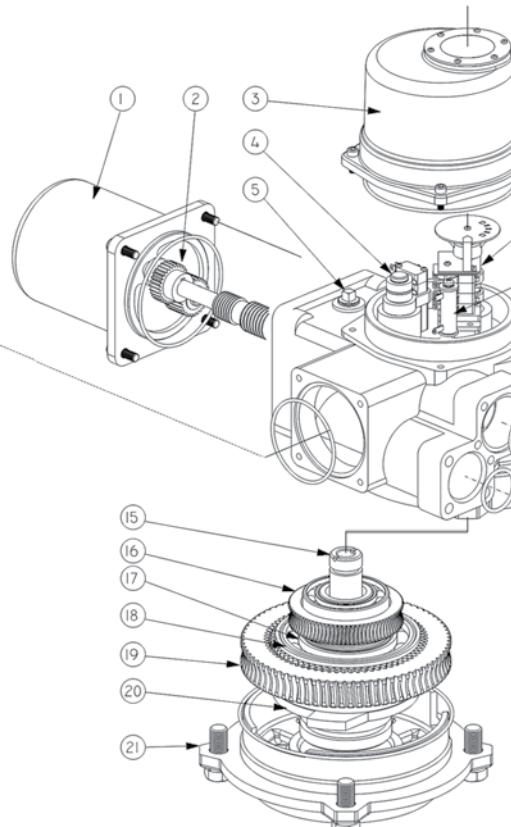
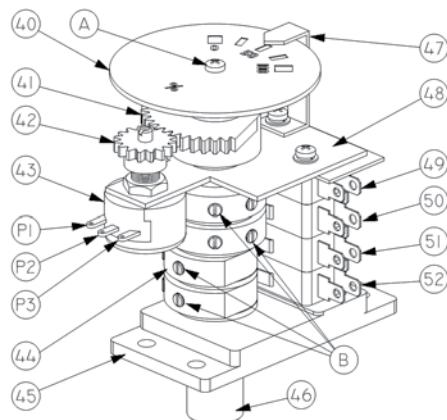
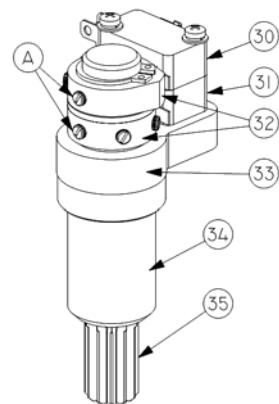

Рис.1 Электропривод ГЗ-ОФ
Рис. 2 Индикатор положения затвора арматуры
Рис.3 Двухсторонняя муфта ограничения крутящего момента
Электропривод состоит из следующих узлов и деталей (рис.1): электродвигателя (1); силового редуктора, в состав которого входит: червячный редуктор (11, 16), червячный редуктор маховика ручного дублера (13,19) и планетарная передача (18); двухсторонней муфты ограничения крутящего момента (моментной муфты) (4); ограничителя хода выходного вала (6); индикатора положения затвора арматуры (40, 47) (рис.2); выходного вала (15); механических упоров открытия и закрытия (9,10); клеммной колодки контактных соединений (23) и корпусных деталей.
Вращение электродвигателя (1) через прямозубую цилиндрическую шестерню (2) передается на червячный редуктор (11, 16), который соединен через планетарную передачу (18) с муфтой сцепления (20). Вращение муфты сцепления обеспечивает вращательное движение выходного вала (15). Выходной вал электропривода механически связан с индикатором положения затвора арматуры (40, 47) (рис.2) и ограничителем хода
Ограничитель хода выходного вала (6) механически связан с выходным валом (15). При достижении ограничителем хода выходного вала заданных параметров микровыключатели (49,50,51,52) (рис.2) отключают электропитание электродвигателя.
Индикатор положения затвора арматуры (40,47) (рис. 2) механически связан с валом ограничителя хода выходного вала. После надлежащей настройки указания индикатора соответствуют определенным положениям затвора арматуры независимо от режима работы электропривода – ручного или электрического.
При достижении предварительно установленной величины крутящего момента в положении ЗАКРЫТО или ОТКРЫТО, либо в случае аварийного заклинивания штока затвора арматуры в промежуточном положении, выходной вал (15) (рис.1) с червячным колесом (16) останавливается, а червяк (11), ввинчиваясь в венец червячного колеса (16), вследствие продолжающегося вращения ротора электродвигателя, начинает перемещаться в осевом направлении, сжимая тарельчатые пружины (12). Величина сжатия тарельчатых пружин определена настроенным крутящим моментом моментной муфты. Поступательное движение червяка (11) приводит к вращению вала моментной муфты (34) (рис.3). Кулакчи (32), расположенные на валу моментной муфты, нажимают кнопки муфтовых микровыключателей (30, 31), размыкая цепь управления питанием электродвигателя электропривода.
2.6 МЕХАНИЧЕСКИЕ УПОРЫ (рис. 1)
3. ЭЛЕКТРИЧЕСКАЯ СХЕМА УПРАВЛЕНИЯ (рис.3)
Для управления электроприводом ГЗ-ОФ применяется электрическая схема, приведенная на рис.3. При достижении затвором арматуры конечных положений
Снять крышку корпуса клеммных колодок контактных соединений (22) (рис.1). Подключить электропривод согласно схеме (рис.3). Закрыть крышку корпуса клеммных колодок. При помощи маховика перевести затвор арматуры в среднее положение. Далее проверить направление движения затвора арматуры при работе от электродвигателя на открытие и закрытие: диск индикатора положения затвора арматуры (40) (рис. 2) должен вращаться в сторону закрытия (открытия). Пуск осуществлять